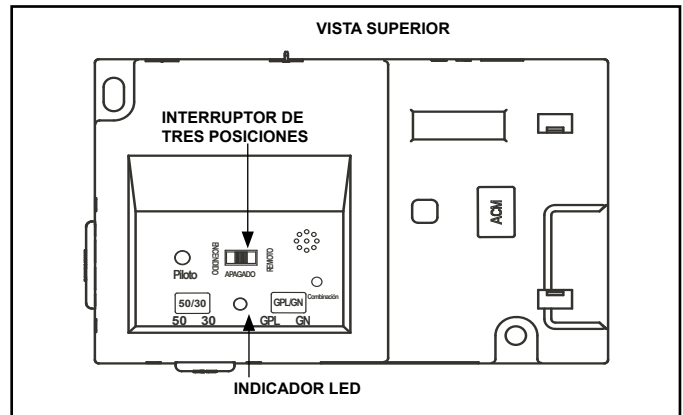

Figura 3.4 IFT-ECM
1. El módulo de control electrónico (IFT-ECM) cuenta con un interruptor selector de tres posiciones (ENCENDIDO/APAGADO/REMOTO) que se debe configurar para lograr un funcionamiento adecuado. Consulte la Figura 3.4. Al cambiar las posiciones del interruptor, es importante hacer una pausa en cada posición durante 1 o 2 segundos.